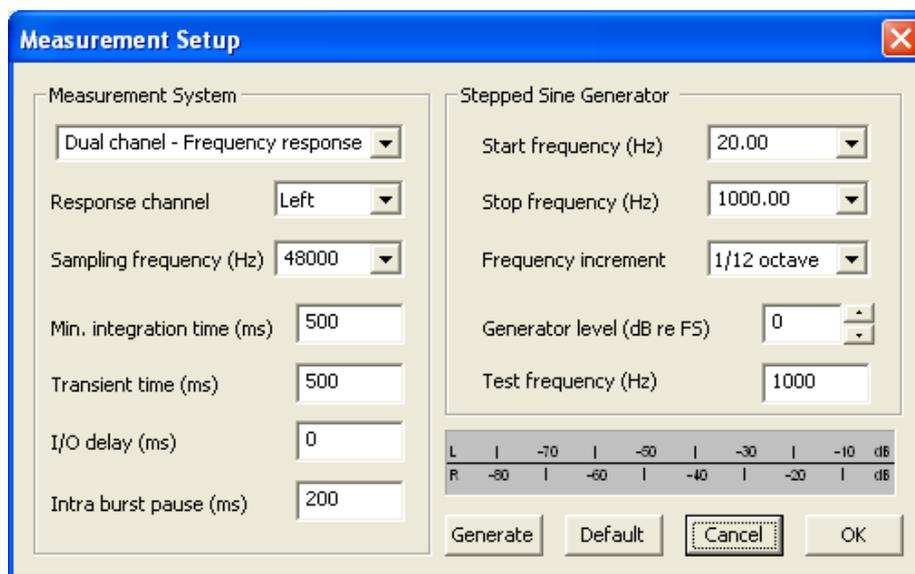

Bild 5.3a: Measurement Setup Menü in STEPS
- Messart auf ‚**Dual channel – Frequency Response**‘ einstellen (Bild 5.3a)